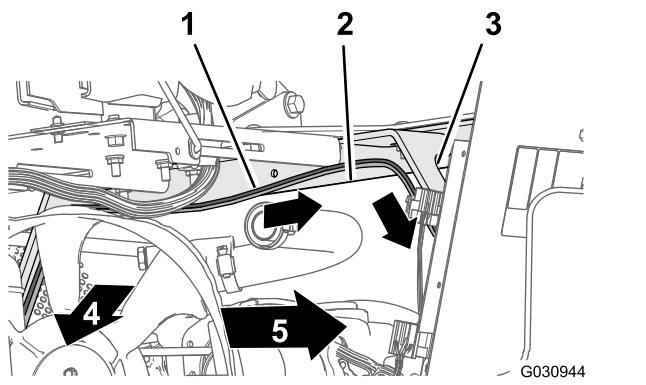

Рисунок 110
- Проложите ответвление жгута проводов длиной 165 см через угловую часть опоры сиденья и вниз вдоль левой опоры кожуха двигателя (Рисунок 110).